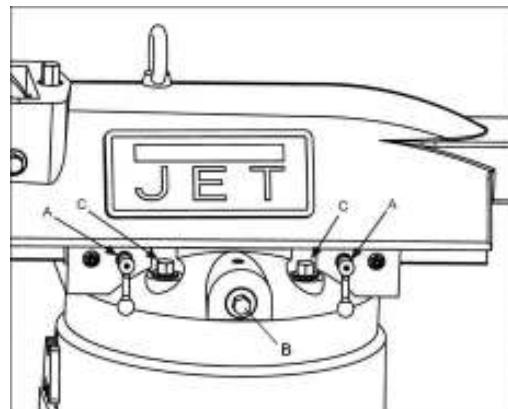

Рисунок 19 (Показан JTM-949LTS)
- Ослабьте две ручки (A, Рис. 19), которые фиксируют консоль на его направляющих.
- Поверните шестерню консоли (B, рис. 19) с помощью ключа, чтобы продвинуть консоль по направляющим.
- Когда подвижная консоль перемещен в нужное положение, плотно затяните ручки (или шестигранные гайки) (A, рис. 19).
- Ослабьте четыре зажимных болта поворотной башни (C, рис. 19), которые закрепляют консоль на верхней части основания. Чтобы поворотная башня могла перемещаться, достаточно ослабить винты на пол оборота.
3. Затяните четыре зажимных болта поворотной башни (С, рис. 19). Затягивайте в два этапа при помощи выставленного на определенную величину динамометрического ключа. Используйте перекрестную схему затяжки. Сначала затягивайте при величине крутящего момента 3,45 кгс\*м, и окончательно при 6,9 кгс\*м.